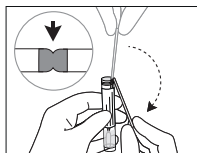

Fig. 2a
4. Piegarne l'asta del tampone con un angolo di 180 gradi per romperla nel punto di rottura, facendo attenzione a tenere la provetta lontano dal viso. Se necessario, ruotare delicatamente l'asta del tampone per completare la rottura e scartare la parte superiore dell'asta del tampone (Fig. 2A e 2b). Se il tampone utilizzato non presenta un punto di rottura, tagliare la parte dell'asta in eccesso.